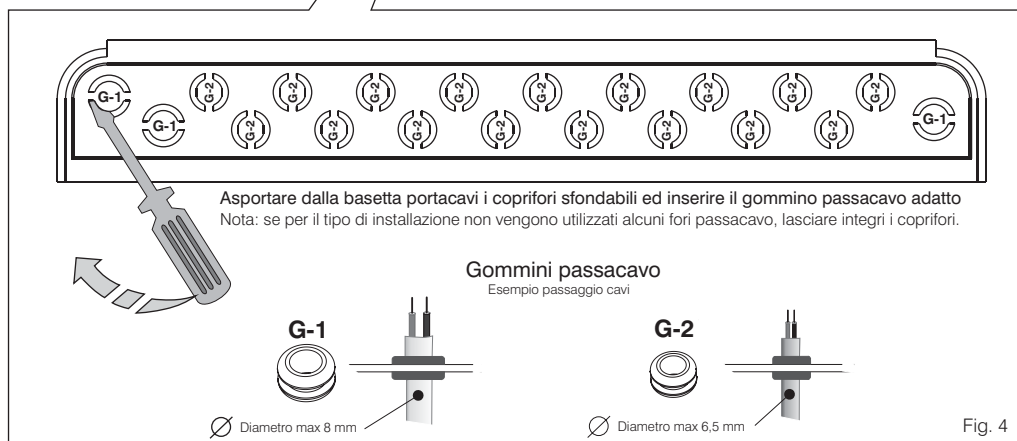

Fig. 4
- Estrarre la basetta portacavi **B** e asportare i copri fori in plastica necessari, con l'ausilio di un utensile adatto (fig. 4)